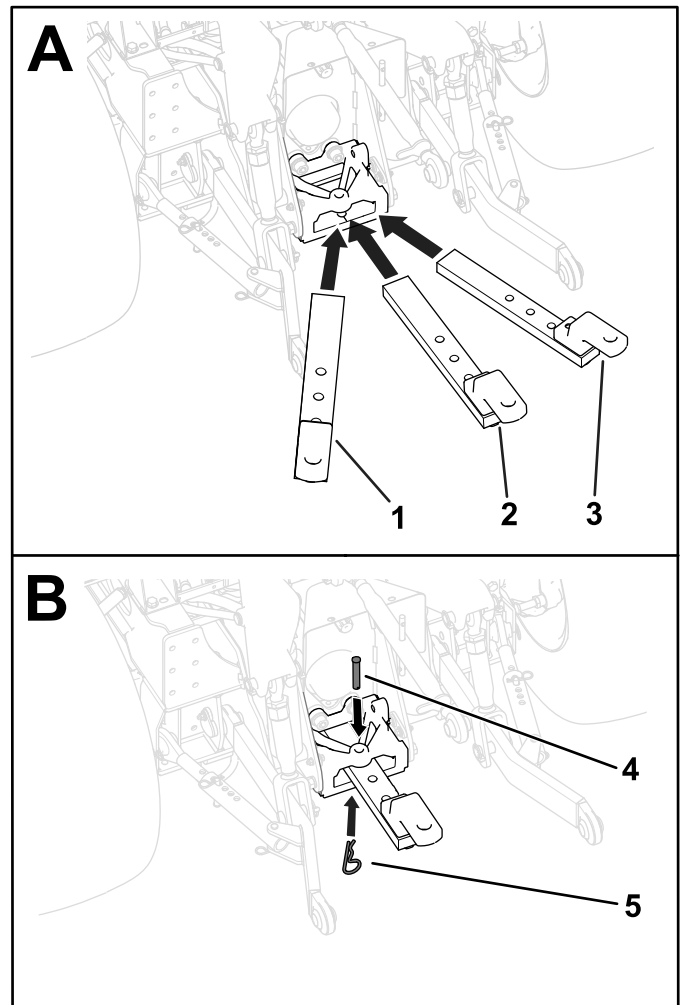

Bild 21
Sie können die Deichsel links-, rechts- oder mittig einbauen (**Bild 21**). Bestimmen Sie die passende Deichselposition für Ihr Anbaugerät und montieren Sie die Deichsel wie folgt:
1. Setzen Sie die Deichsel in die Deichselhalterung (**Bild 21**) ein.
2. Befestigen Sie die Deichsel an der Stütze, indem Sie den Lastösenbolzen durch eine der drei Befestigungsbohrungen in der Deichsel stecken und den Splint am Bolzen (**Bild 21**) befestigen.